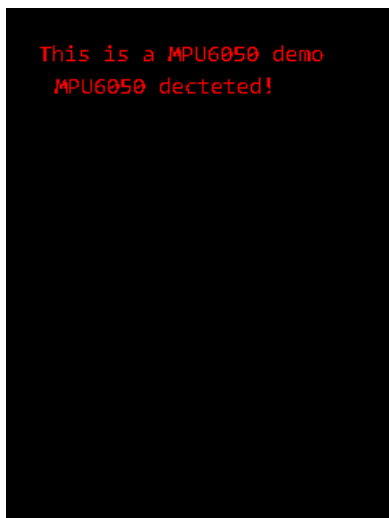

图 2-5 模块检测正常但没有接 INT 中断引脚时的情况
- 若屏幕检测正常，但不显示各种姿态数据，见图 2-5。请检查模块的中断引脚 INT 是否与 STM32 开发板正常连接，连接好后复位开发板，重新检测。